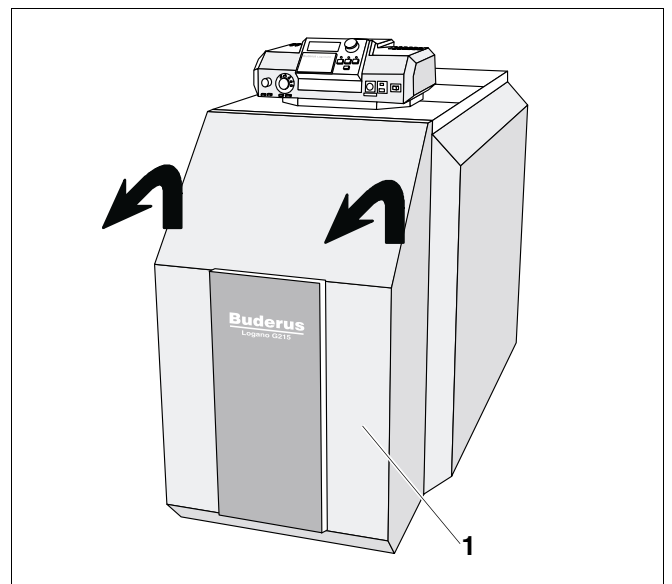

Fig. 5 Retirar la cubierta del quemador
- Retire la cubierta del quemador (fig. 5, pos. 1).